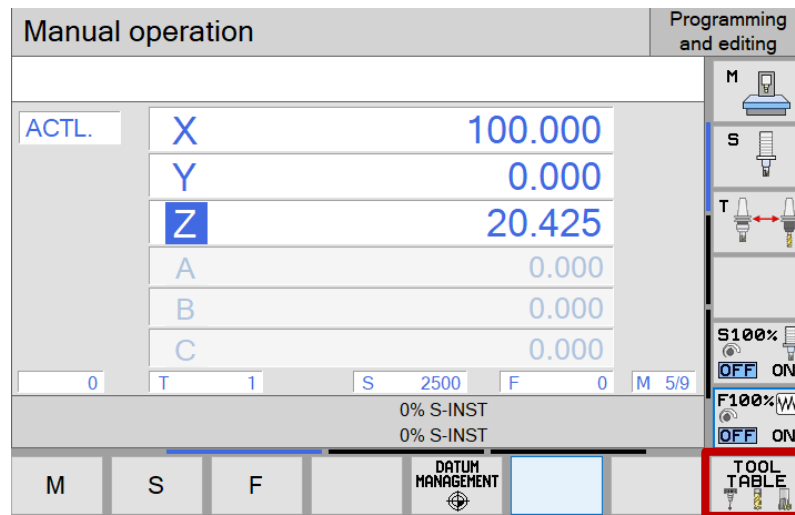

Рис.172. «TOOL TABLE»
5. На экране пульта управления нажать кнопку «TOOL TABLE » (рис.172);